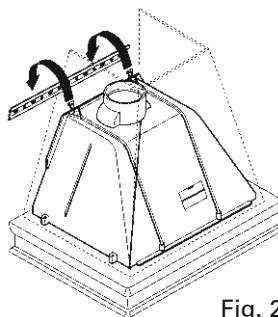

Fig. 2
- Akassza az elszívót a tartólécre ( 2. Rajz – Fig.2 )